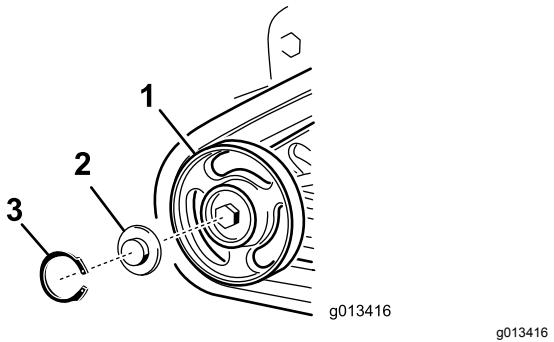

Figure 46
4. Déposez le circlip et le chapeau d'un galet de roulement (Figure 46).
5. Vérifiez la graisse sous le chapeau et autour du joint (Figure 46). Si elle est encrassée, granuleuse ou en quantité insuffisante, enlevez toute la graisse, remplacez le joint et ajoutez de la graisse neuve.
7. Placez le chapeau de galet de roulement sur la tête du boulon (Figure 46).
8. Fixez le chapeau avec le circlip (Figure 46).